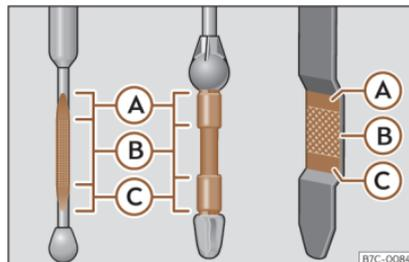

Fig. 197 Asta di misurazione livello olio motore.
– In seguito, estrarla di nuovo e controllare il livello dell'olio» **fig. 197**. Se necessario, procedere al rabbocco.
• Quando il livello raggiunge almeno la zona » **fig. 197 (B)**, avvitare attentamente il tappo del bocchettone di rifornimento » **ⓘ**.
Se il livello dell'olio si trova al di sopra della zona» **fig. 197 (A)**, non avviare il motore. Pericolo di danni al motore e al catalizzatore! Rivolgersi presso un'officina specializzata.
Il livello dell'olio non deve in nessun caso essere al di sopra dell'area» **fig. 197 (A)**. L'olio in eccesso potrebbe altrimenti essere